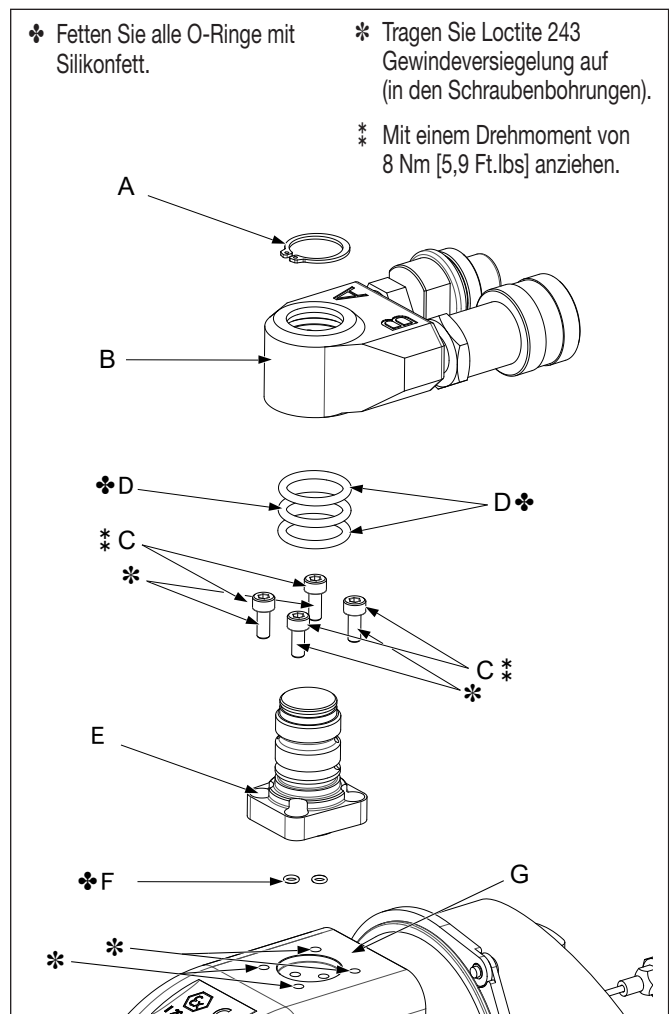
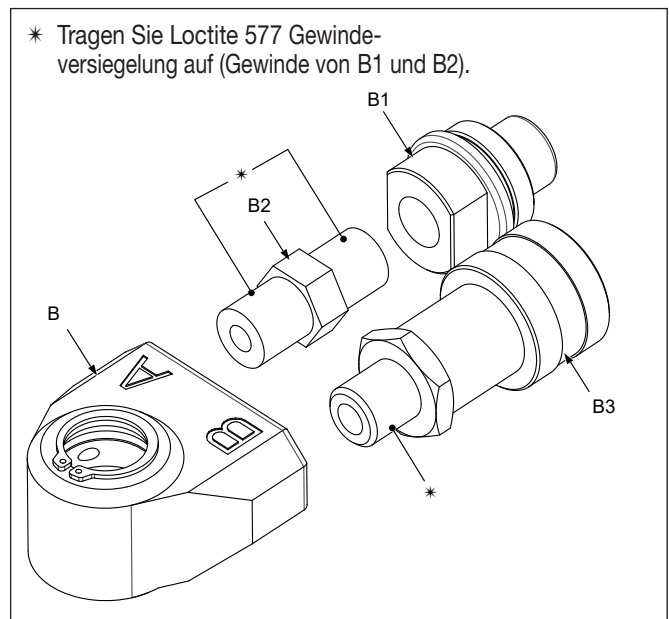

Abbildung 11: Schwenkkupplungsstange und Schwenkkupplung
Abbildung 12: Explosionsansicht der Schwenkkupplung
7.2.1 Schwenkkupplung (Abb. 11 + Abb. 12)
1. Tragen Sie auf die Gewinde der Kupplungsmuffe (B3) und des Adapters (B2) die Gewindeversiegelung Loctite 577 auf. Für die Positionen siehe Abbildung 12.
1. Geben Sie etwas von der Gewindeversiegelung Loctite 243 in die Gewindebohrungen des Gehäuses des Drehmomentschlüssels. Für die Positionen siehe Abbildung 11.
2. Bringen Sie zwei neue O-Ringe (F) an den Anschlüssen der Basis der neuen Schwenkkupplungsstange (E) an.
3. Positionieren Sie die Schwenkkupplungsstange (E) auf dem Drehmomentschlüssel (G) und stellen Sie sicher, dass die Hydraulikanschlüsse ausgerichtet sind. Achten Sie darauf, dass die O-Ringe (F) nicht herausfallen und nicht eingeklemmt oder eingequetscht werden.
4. Bringen Sie die entfetteten Inbusschrauben (D) an und ziehen Sie diese auf 5,1 Nm [3,7 Ft.lbs] an: